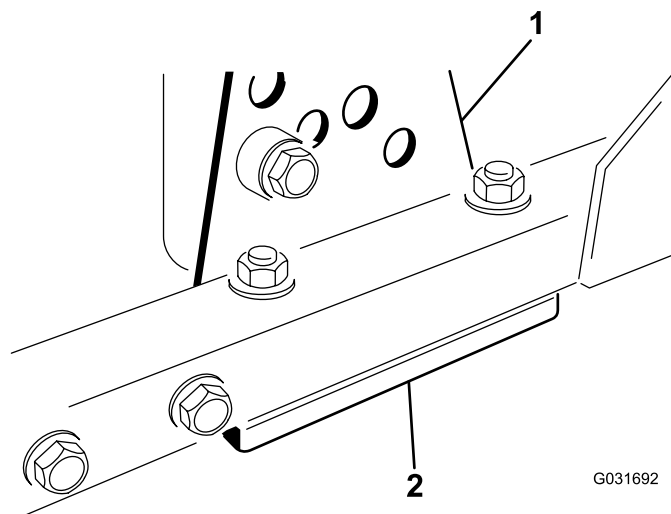

Bild 94
1. Entfernen Sie die Schnitthöhen-Einstellhalterung (vorne, links oder rechts) vom Mähwerkrahmen (Bild 94).
2. Führen Sie 1,5-mm- und/oder 0,7-mm-Beilagscheiben zwischen dem Mähwerkrahmen und der Halterung ein, um die gewünschte Schnitthöhe zu erhalten (Bild 94).